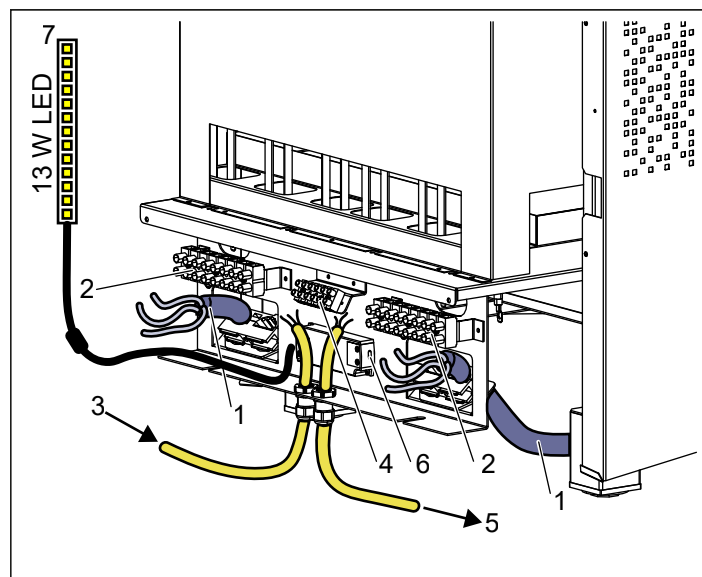

Abbildung 12: Elektrisches Fach
8. Bei Installation doppelter Saunaheizungen verlegen Sie das Beleuchtungskabel von der einen Saunaheizung zur anderen, siehe Abbildung 12.